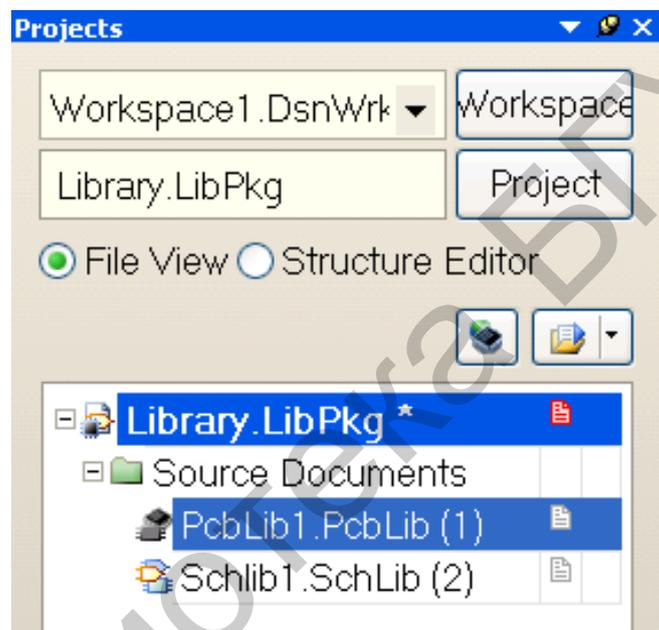

Рис. 27. Создание интегрированной библиотеки
3. Добавить в структуру созданного проекта ранее созданные библиотеки путем их перемещения в дереве панели Project. В результате получим вид, как на рис. 27. Созданный файл имеет расширение *.LibPkg, а не *.IntLib, т. е. в настоящий момент мы имеем не саму интегрированную библиотеку, а файл заготовки, из которого будет сформирована интегрированная библиотека.